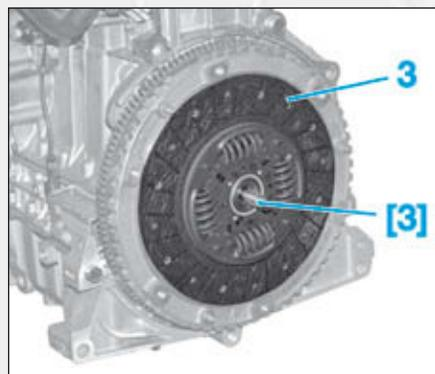

FIG.3
- Reposer le disque d'embrayage (3) (Fig.3).
- Centrer le disque d'embrayage (3) à l'aide du mandrin de centrage [3].